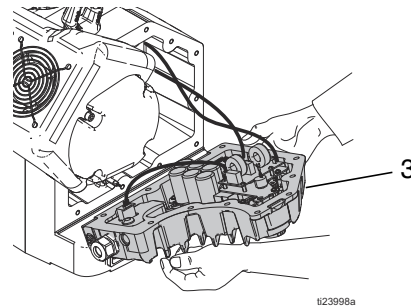

ABB. 18: Elektronikabdeckung abnehmen
4. Die Elektronikabdeckung (3) vorsichtig entfernen. Siehe ABB. 18, 17Seite .